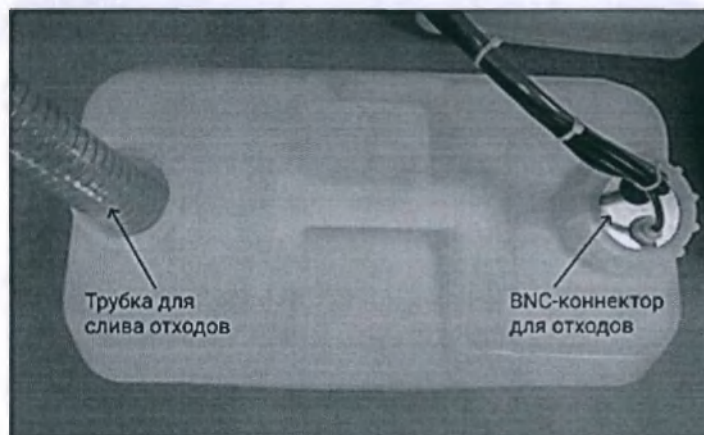

Рисунок 148 – Схема емкости для сбросного раствора
2) Открутите крышку BNC-коннектора для отходов, извлеките компоненты BNC (тонкая трубка и коаксиальный кабель (см. рис. 148));